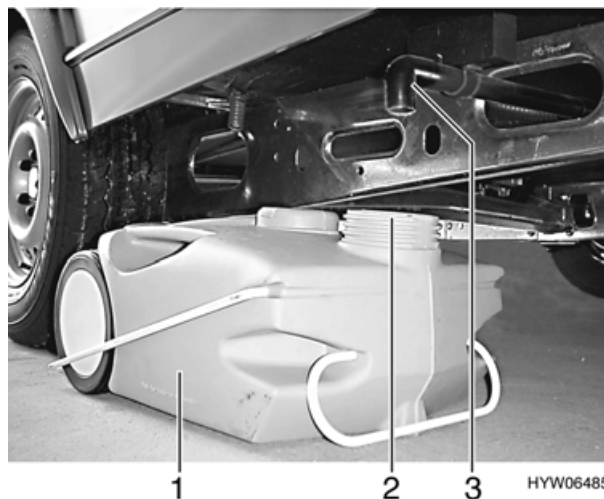

Fig. 12 Serbatoio delle acque grigie, mobile
Durante la marcia il serbatoio delle acque grigie (Fig. 12,1) viene riposto nel vano portabombole del caravan. Il tubo di scarico (Fig. 12,3) si trova sul pavimento del veicolo in senso di marcia, a sinistra.
- Prima di usare l'impianto idrico collocare l'apertura del serbatoio delle acque grigie (Fig. 12,2) sotto il tubo di scarico.